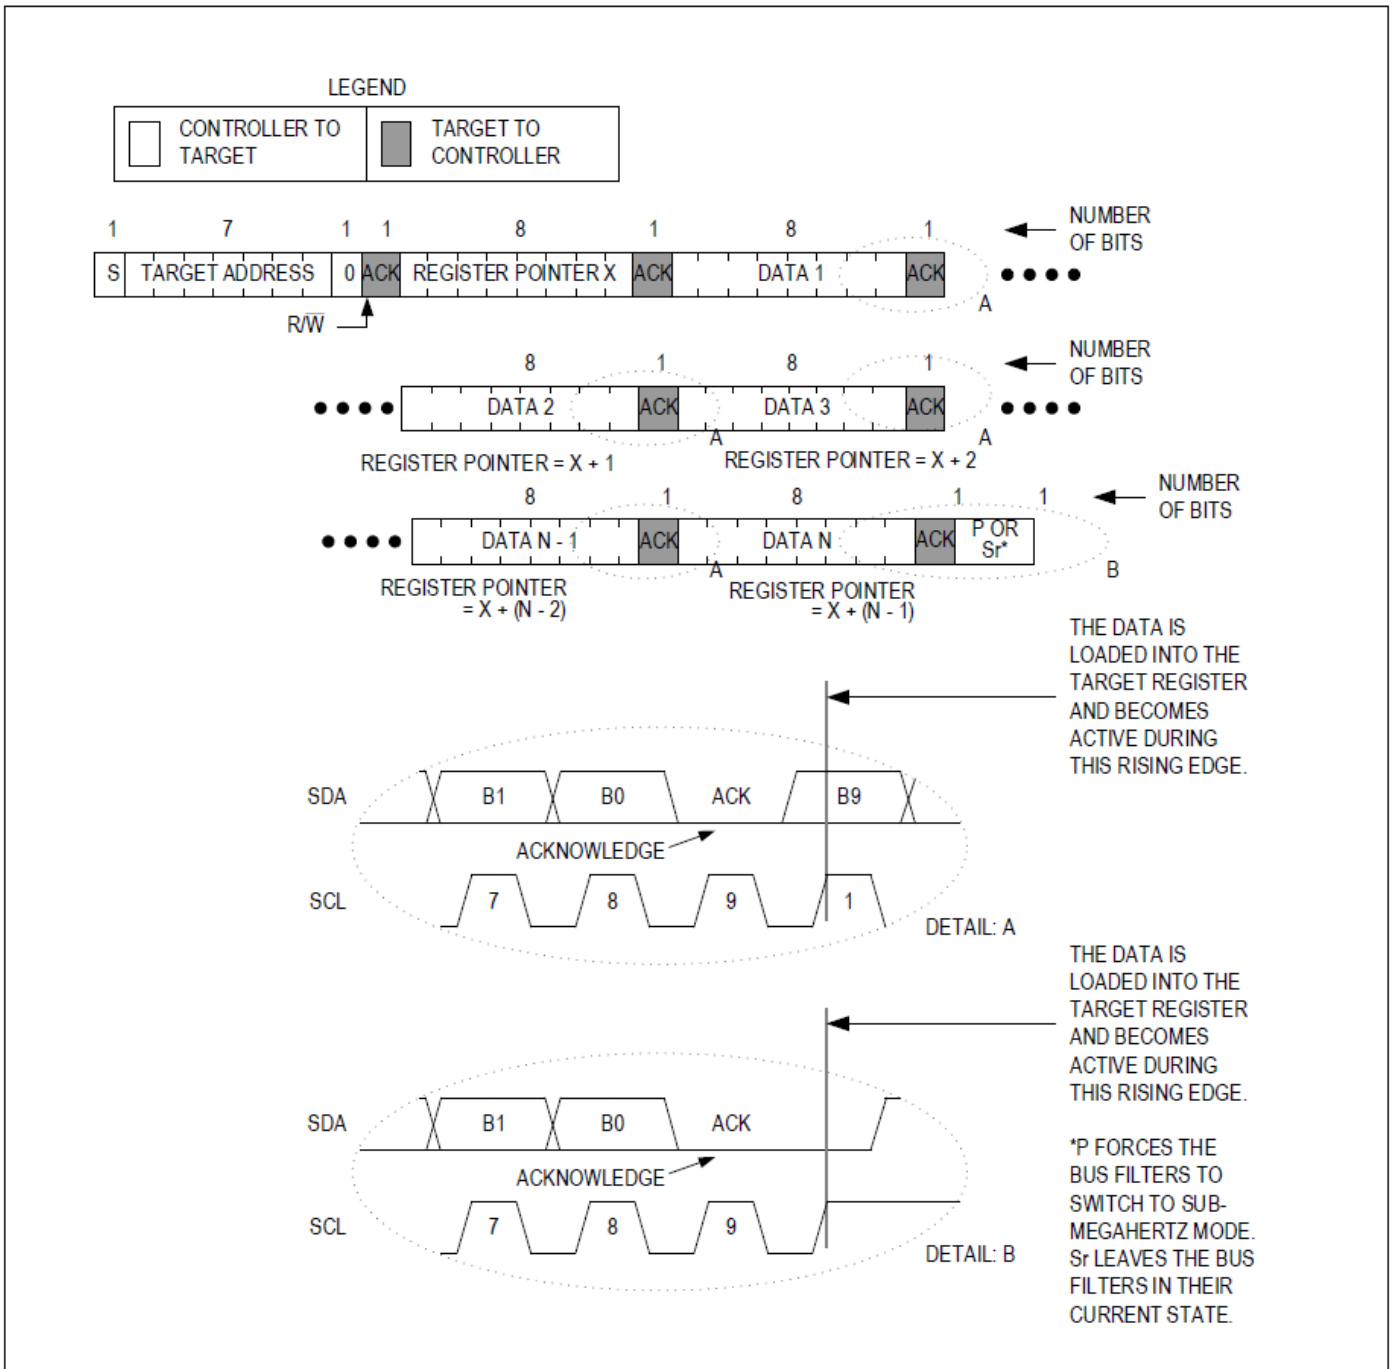

図19. シーケンシャル・レジスタへの書込み
図19に、シーケンシャル・レジスタへの書込みプロトコルを示します。このプロトコルはバイト書込みプロトコルに似ていますが、ターゲット・デバイスがデータの最初のバイトを受信した後もコントローラ・デバイスが書込みを継続する点が異なります。書込みが終了すると、コントローラはSTOP条件 (P) または反復START条件 (Sr) を発行します。